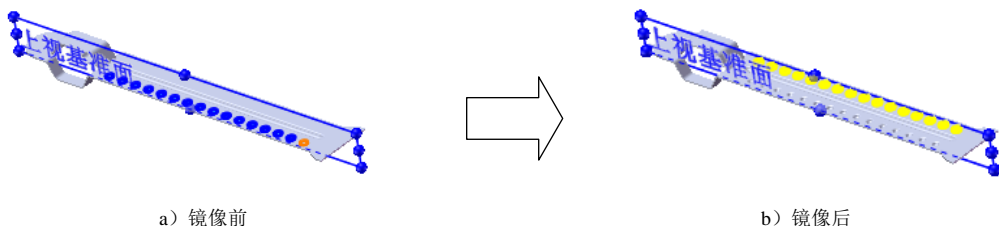

图 15.3.39 镜像 2
(4) 单击 按钮, 完成阵列 (线性) 1 的创建。
Step9. 创建图 15.3.39 所示的镜像 2。
(1) 选择命令。选择下拉菜单 **插入(I)** → **阵列/镜向(E)** → **镜向(M)...** 命令。
(2) 定义镜像基准面。选取上视基准面作为镜像基准面。
(3) 定义镜像对象。选择阵列 (线性) 1 作为镜像 2 的对象。
(4) 单击 按钮, 完成镜像 2 的创建。